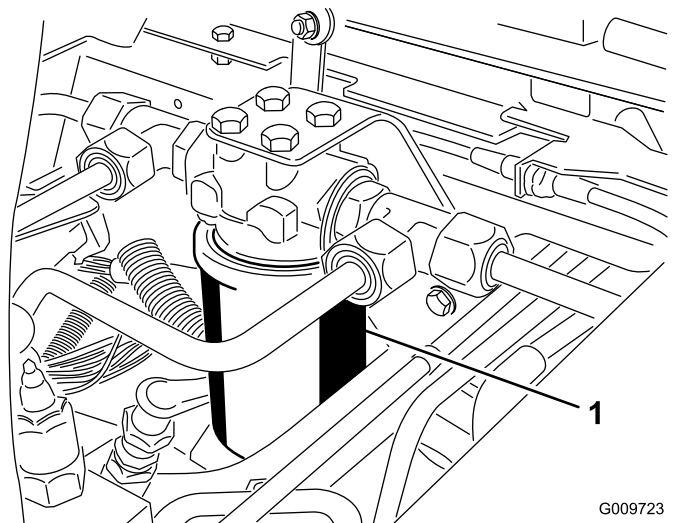
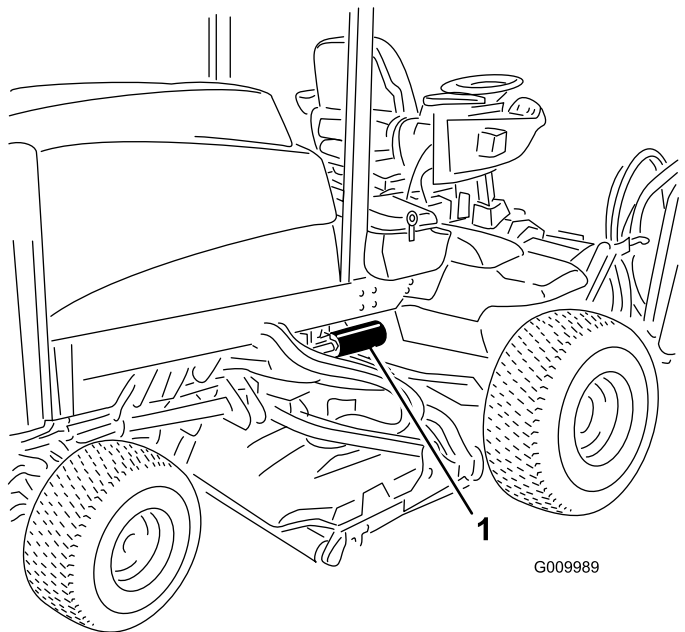

図 55
図 56
2. フィルタ容器の周辺をウェスできれいにぬぐう。フィルタ 図 55 と 図 56 の取り付け部周辺をきれいにふき、下に廃油受けを用意し、フィルタを外す。